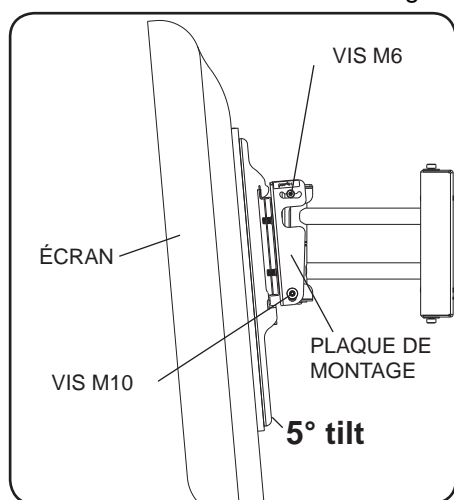

fig. 10.1
- Pour incliner l'écran de 5° vers l'avant, soulevez la plaque de montage et tirez-la vers l'avant jusqu'à ce que l'encoche centrale repose sur la vis M6 comme illustré à la figure 10.1. Serrez la vis M6 (des deux côtés) et les vis M10 (des deux côtés).